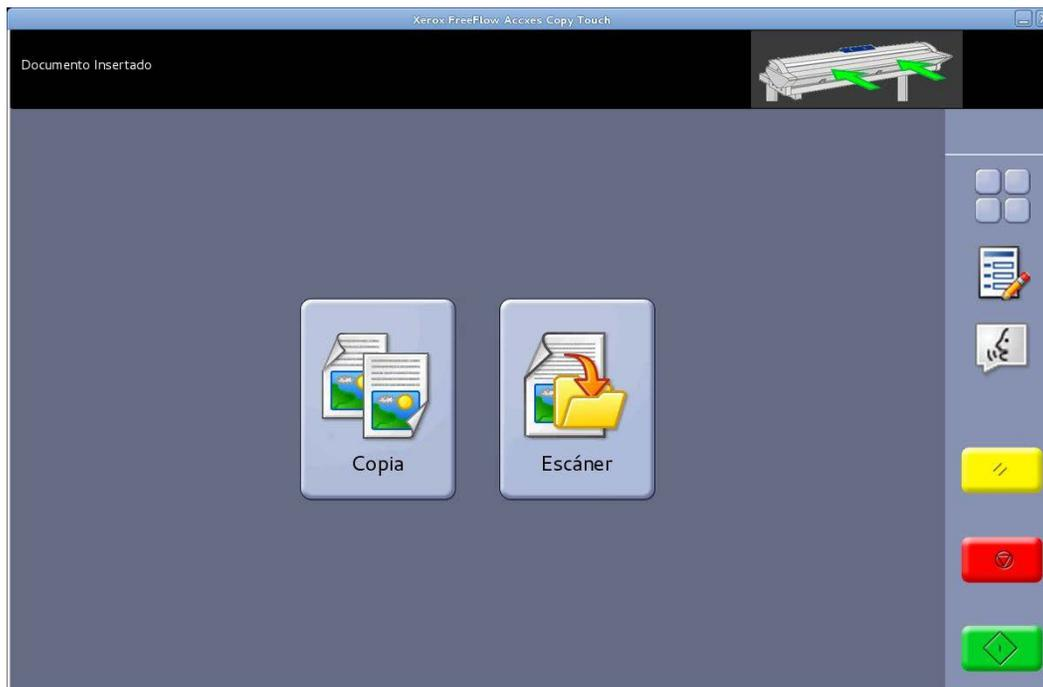

Fig. 2 Pantalla Servicios
- Cuando el usuario está utilizando la impresora en la interfaz Copiar o Escanear, el botón Menú principal lleva al usuario a la pantalla Servicios (Fig. 2).